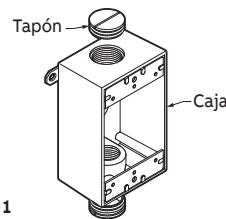

Figura 1
- Antes de montar la caja, cierre las aberturas con tapones roscados redondos. Recubra el roscado con suficiente compuesto del sellador de silicona. Inserte en las aberturas que no fueron utilizadas y apriete firmemente. (Figura 1)